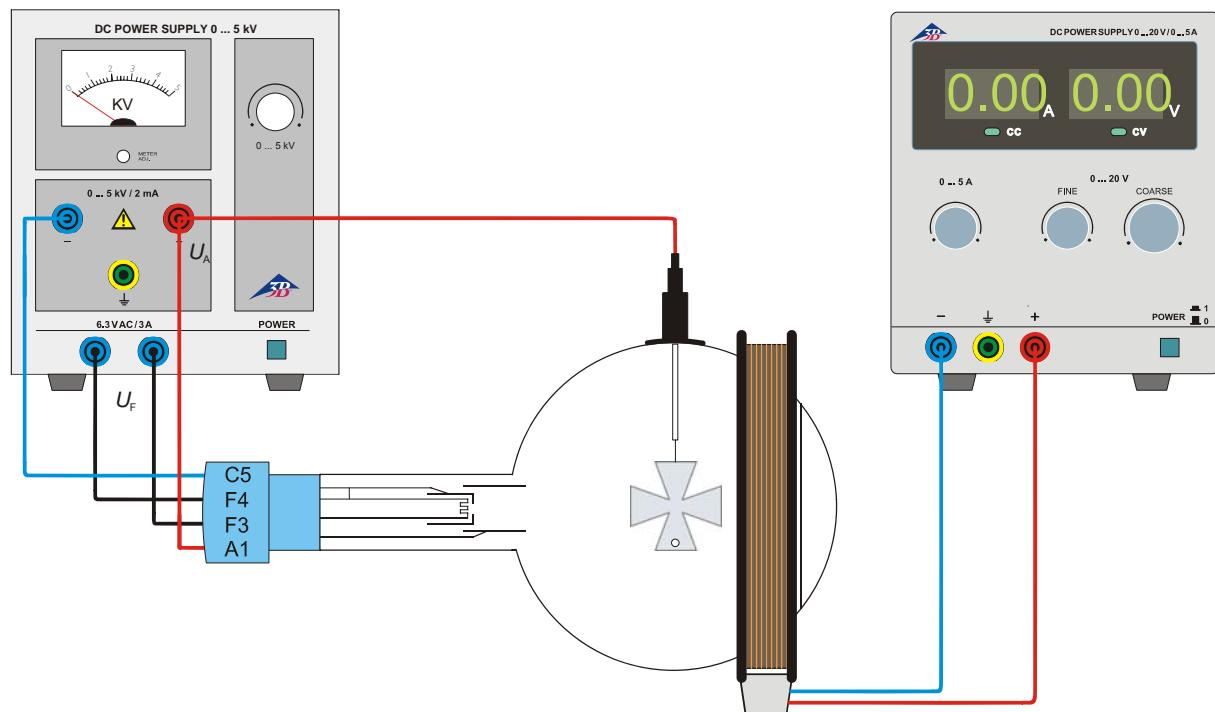

Fig. 2 Einführung in die Elektronenoptik
- Beschaltung der Röhre gemäß gemäß Fig. 2 vornehmen.